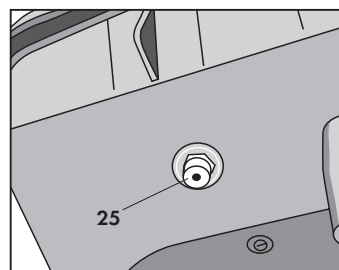

Fig. 34
- b) Svitare il tappo di scarico (25) (Fig. 34). Far fuoriuscire l'acqua rimasta in caldaia e riavvitare il tappo di scarico.
- e) Svitare il tappo di scarico (25) (Fig. 34) fare fuoriuscire tutto il liquido disincrostante e risciacquare la caldaia più volte fino all'eliminazione totale del disincrostante.
- f) Riavvitare il tappo di scarico (25) (Fig. 34) e, se si desidera riempire la caldaia, agire come descritto nelle "SEQUENZE OPERATIVE DI PREPARAZIONE" a pag. 7.